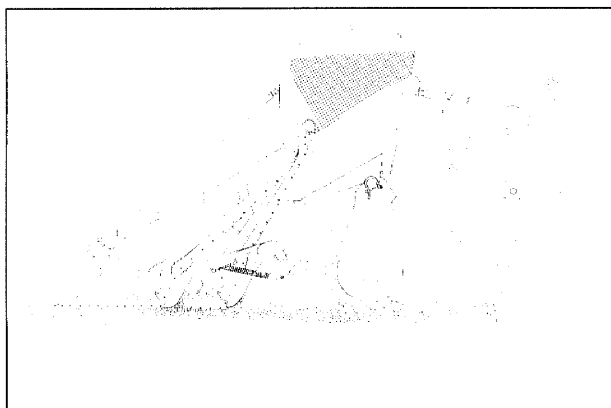

Fig. 5
- **AMAZONE-Rotorgrubber met opbouwzaaimachine met K-scharen** (fig.5) op alle grondsoorten(ook extreem taaie of steenachtige) met of zonder voorbereiding door een zwaargrubber of ploeg, zonder of met weinig organische massa aan de oppervlakte.